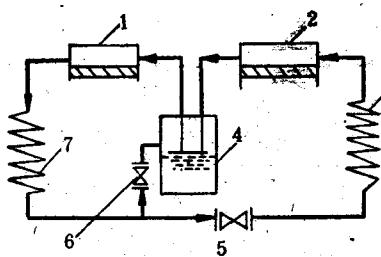

图 3 冰机系统的流程
2. 冰机系统的流程(以卧式110/20冰机为例) 冰机系统的流程即操作的冷冻循环，可用图3简单地表示、气氨被冰机的低压缸压